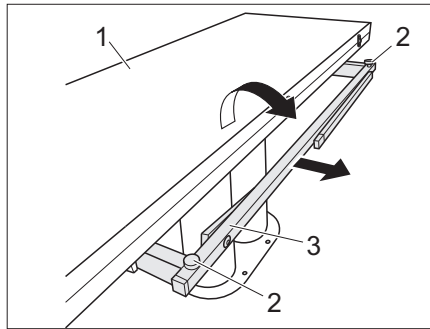

Bild 107 Förstora bord
- Dra ut (Bild 107,3) bordsstödet.
- Fäll ut bordshalvan (Bild 107,1).
- Ställ in önskad höjd på bordsskivan med de två justerskruvarna (Bild 107,2).